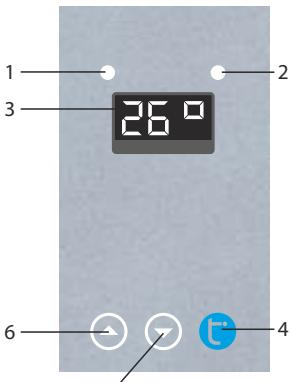

Рис. 15
- При первом запуске в работу или после длительного перерыва в эксплуатации водонагревателя, заполните его водой, для чего откройте запорный кран подачи холодной воды и убедитесь, что на выходе воды в точке потребления устойчиво течет холодная вода, после чего включите электропитание прибора, при этом на панели управления заморгает индикатор питания 1 (см. рис. 15).
- Для включения прибора нажмите кнопку «» на панели управления, при этом индикатор питания 1 (см. рис. 15) будет гореть постоянно.
- Поток воды контролируется краном на входе или на выходе воды из водонагревателя. При наличии протока и давления воды не менее 0,1 МПа включение нагрева происходит автоматически (если прибор включен), при этом загорается индикатор нагрева 2 на панели управления (см. рис. 15).
- Для выключения водонагревателя можно закрыть проток воды на входе или на выходе из прибора, электронный датчик протока автоматически разомкнет цепь подачи электроэнергии к нагревательному элементу, при этом погаснет индикатор нагрева 2 на панели управления (см. рис. 15), а индикатор питания 1 будет моргать. Для последующего включения нагрева достаточно вновь открыть кран подачи или выхода воды.